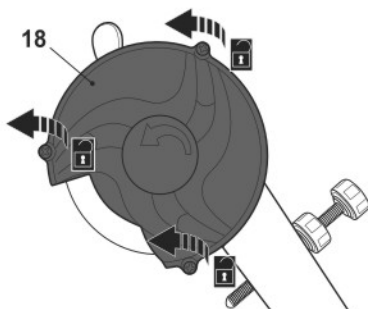
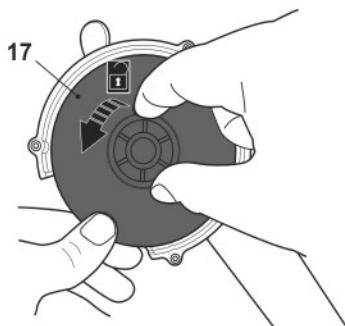

Fig. 12
Fig. 13
- > Afloje y retire los tres tornillos de la protección (18) con un destornillador de cabeza Philips adecuado (Fig. 12).
- > Levante la protección (18).
- > Con cuidado, sujete el disco de afilado (17) con una mano mientras afloja y retira la tuerca de fijación (Fig. 13).